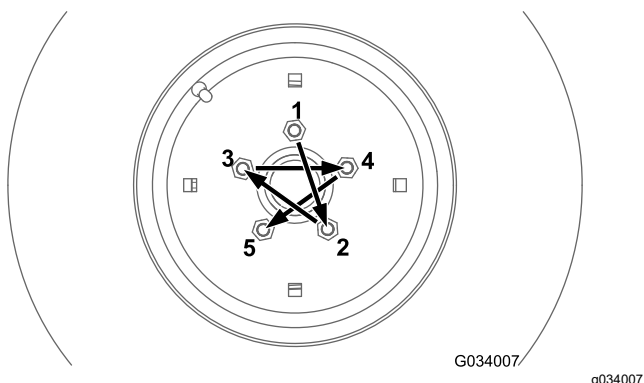
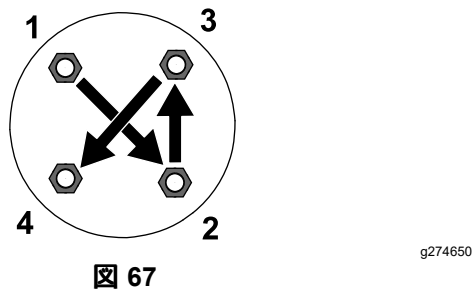

図 66
図 67
前後の車輪のホイールナット後輪は 4WD モデルのみを 図 66 に示すクロスパターンで規定トルクまで締め付けてください。 図 67
- 前輪 図 66 を参照。
- 後輪 4WD モデルのみ 図 67 を参照。